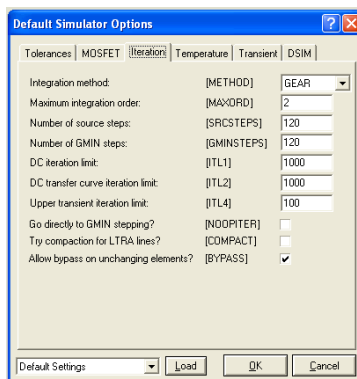

Рис.7
- Вкладка **Iteration** (Рис. 7).